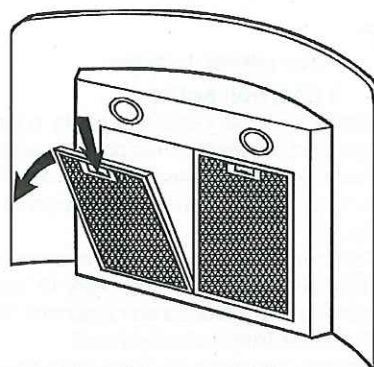

fig.4
2. Poussez les arrêts vers l'intérieur de la hotte et tirez les filtres vers le bas (fig. 4).
2. Poussez les arrêts vers l'intérieur de la hotte et tirez les filtres métalliques vers le bas (fig.4).